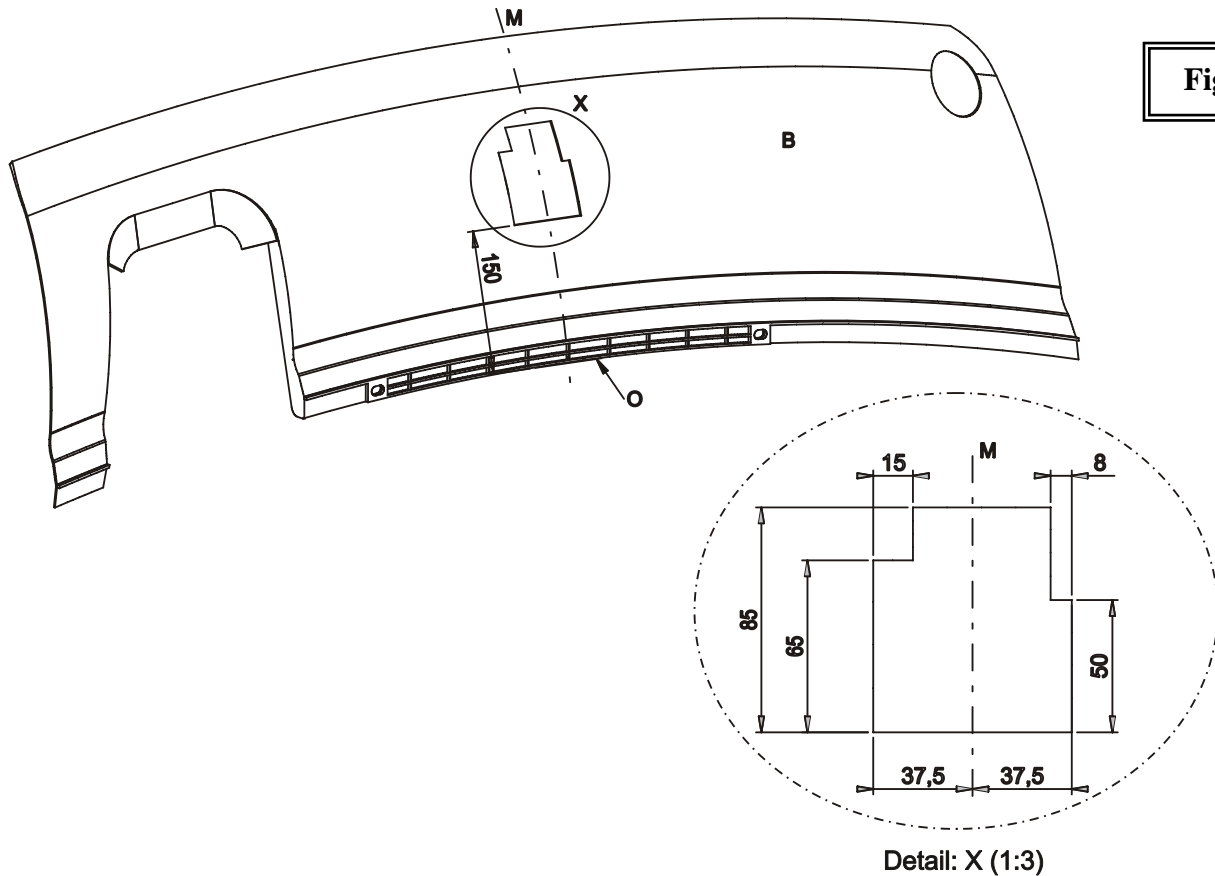

Fig. 1
- 2) Schuif de trekhaak met de draagarmen achteraan in de vrijgekomen chassisbalken. De punten (A) komen te passen met de voorziene boringen in de buitenzijde van de chassisbalken, indien deze afgedicht zijn met tape moet men deze verwijderen. Breng bouten en rondsels aan en zet deze degelijk vast (zie aanhaalmomenten).
- 3) Maak in de onderzijde van de bumper een insnijding volgens bijgevoegde tekening (fig.1), plaats vervolgens de bumper terug op het voertuig.
- 2) Glisser l'attelage avec les bras porteur par les ouvertures libérées derrière le véhicule dans la poutre du châssis. Les points (A) s'adaptent aux trous déjà prévus dans le côté extérieur de la poutre du châssis, ces ouvertures sont couverts avec du scotch qu'il faut supprimer. Insérer les boulons et les rondelles en (A) et bien fixer le tout (cfr. couples de serrage).
- 3) Faire une découpe au côté inférieur du pare-chocs selon dessin 1 (fig.1) et monter le pare-chocs sur le véhicule.
- 2) Shove the tow bar with the supporting arms through the liberated openings in the back of the vehicle in the chassis beams. Points (A) match the provided drillings in the outside of the chassis beam, these drillings are sealed with tape which has to be removed. Insert the bolts and washers by (A) and screw firmly on (see tension).
- 3) Make an incision in the underside of the bumper according to drawing 1 (fig.1) and assemble the bumper on the vehicle.
- 2) Die Anhängerkupplung mit Trägerarmen in die freigewordenen Öffnungen hinten am Fahrzeug in die Chassisbalken schieben. Die Punkte (A) stimmen mit den schon vorhandenen Bohrungen der Chassisbalkenaußenseite überein. Diese Bohrungen sind mit Klebestreifen abgedicht, welche entfernt werden müssen. Bolzen und Ritzel bei den Punkte (A) anbringen und entsprechend der Drehmomentenvorgabe festschrauben.
- 3) In der Unterseite der Stoßstange einen Einschnitt entsprechend der Zeichnung 1 (Fig. 1) machen und die Stoßstange wieder am Fahrzeug montieren.